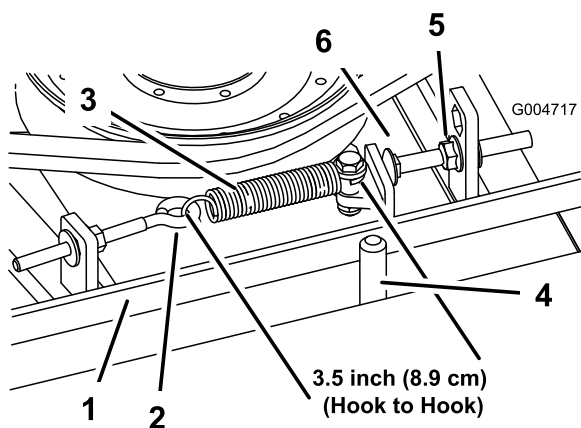

Figura 73
Quando la tensione è corretta, la misura interna della molla di prolunga (da gancio a gancio) deve essere circa 8,3 cm - 9,5 cm. Quando la tensione della molla è giusta, regolate il bullone di arresto (bullone a testa tonda) fino ad ottenere un gioco di 2 - 5 mm tra la testa del bullone ed il braccio di rinvio (Figura 73).
Nota: Verificate che la cinghia si trovi dal lato molla del guidacinghia (Figura 73).
2. Allentate il bullone ad occhio per consentire la rimozione della molla di prolunga (Figura 73).
3. Allentate il dado flangiato che fissa il bullone di arresto all'aletta di montaggio e spostate la puleggia tendicinghia dalla cinghia per rilasciare la tensione (Figura 73).
9. Collegate la molla di prolunga (Figura 73) al bullone ad occhio e tendete la cinghia come segue: